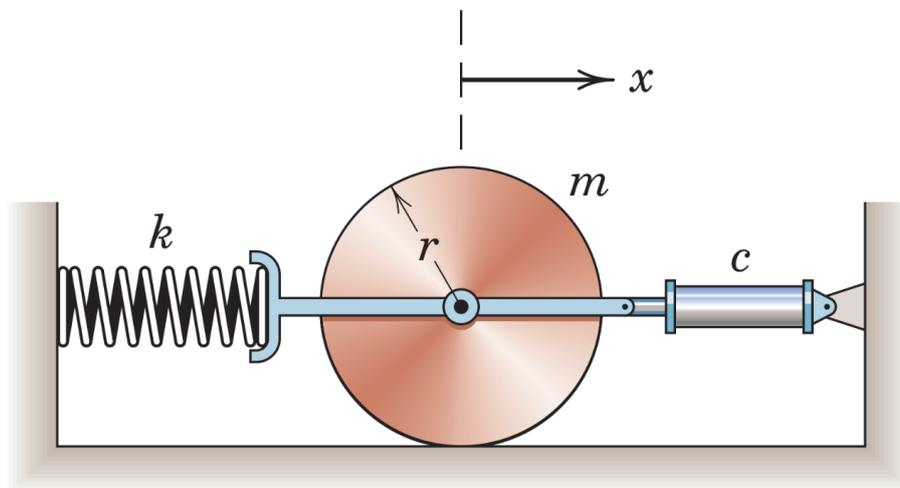

Figura 5: Cilindro amortiguado.
**Ejercicio 9.** Un cilindro circular uniforme rueda sin deslizar sobre una superficie horizontal. El cilindro se encuentra conectado por la izquierda a un resorte de constante  $k = 50 \text{ N/m}$  y por la derecha a un amortiguador de constante  $c$ , medida en  $\text{Ns/m}$  (figura 5).